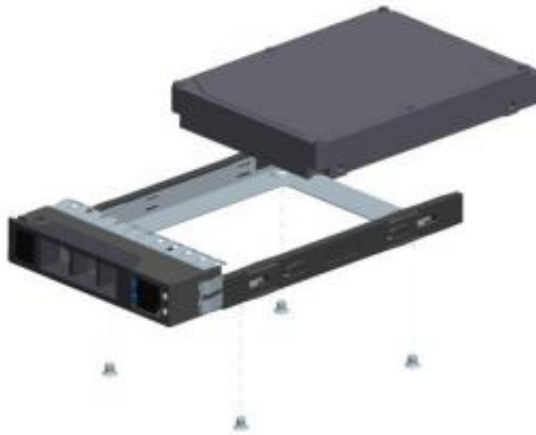

图 2.16
(2) 按螺丝孔位将 2.5 英寸硬盘上到硬盘架上，如下图 2.16: